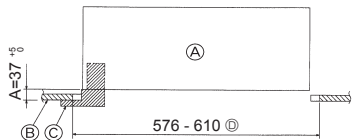
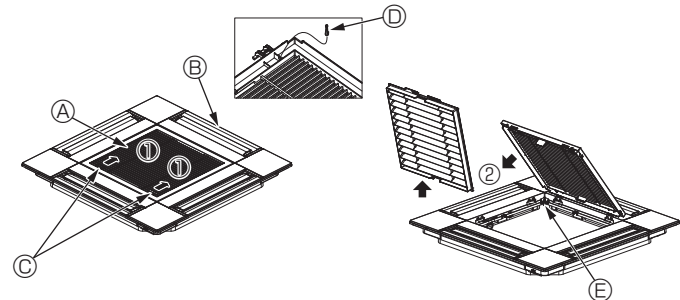
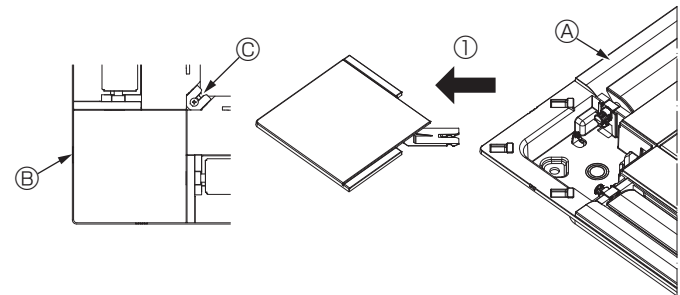

Fig. 5-2
Fig. 5-3
Fig. 5-4
②	Vis avec rondelle	4	M5 × 0,8 × 28 (mm)
③	Jauge	1
④	Fil de jonction pour le récepteur de signal	1	Fourni avec le récepteur de signal.
⑤	Fil de jonction pour le capteur i-See	1	Fourni avec le capteur i-See.
⑥	Fixation	2	Fourni avec le récepteur de signal.
⑦	Fixation	2	Fourni avec le capteur i-See.
⑧	Télécommande sans fil	1	Fournie s'il s'agit d'un modèle avec télécommande sans fil.
⑨	Support de la télécommande	1	Fournie s'il s'agit d'un modèle avec télécommande sans fil.
⑩	Piles LR6 AA	2	Fournie s'il s'agit d'un modèle avec télécommande sans fil.
⑪	Vis autotaraudeuses 3,5 × 16	2	Fournie s'il s'agit d'un modèle avec télécommande sans fil.
5.2. Préparatifs préalables à la fixation de la grille (Fig. 5-2)
- ① Appareil principal
- ② Plafond
- ③ Jauge (Accessoire)
- ④ Dimensions de l'ouverture dans le plafond
5.2.1. Dépose de la grille d'admission (Fig. 5-3)
- Pour ouvrir la grille d'admission, faites glisser les leviers dans le sens indiqué par la flèche ①.
- Lorsque la grille se trouve en position "ouverte", retirez la charnière de la grille d'admission dans le sens indiqué par la flèche ②.
- ① Grille d'admission
- ② Crochet de grille
- ③ Grille
- ④ Orifice pour crochet de grille
- ⑤ Leviers de la grille d'admission
5.2.2. Dépose du panneau d'angle (Fig. 5-4)
- Retirez la vis au coin du panneau d'angle. Pour retirer le panneau, faites-le glisser dans le sens indiqué par la flèche ①.
- ① Grille
- ② Panneau d'angle
- ③ Vis